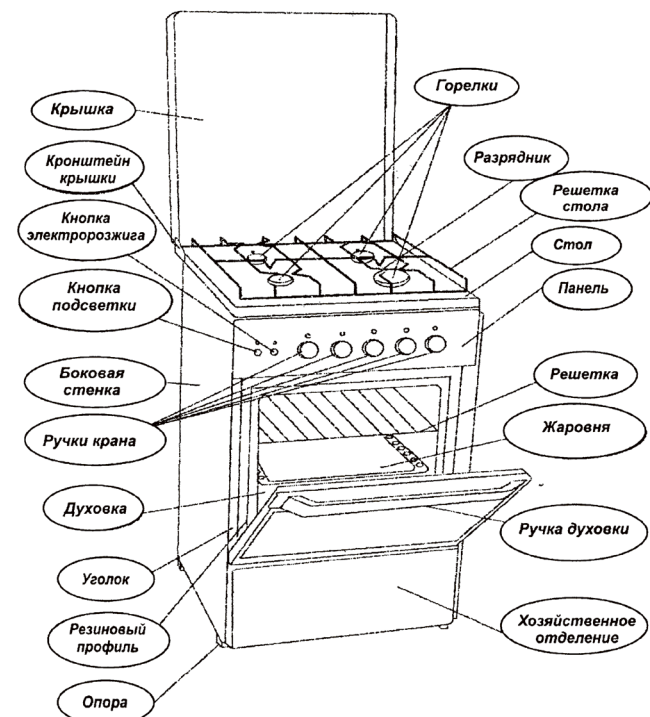

Рис. 1 Газовая плита с 4 горелками
- 5.1. Общий вид плиты с указанием основных частей показан на рис.1,2.